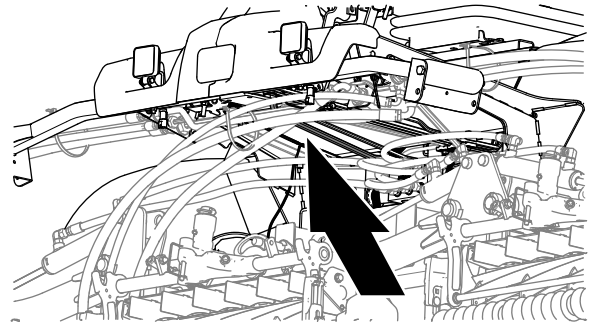
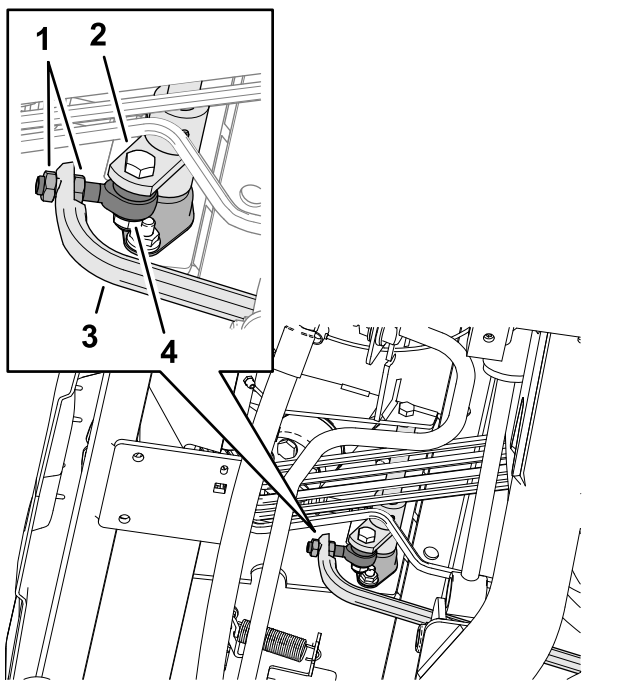

Figura 151
Figura 152
5. Reglai contrapiuliile de pe capătul tijei pentru a deplasa tija de traciune înainte în vederea eliminării deplasării în față sau pentru a deplasa tija de traciune spre spate, pentru a elimina deplasarea în spate (Figura 151 și Figura 152).